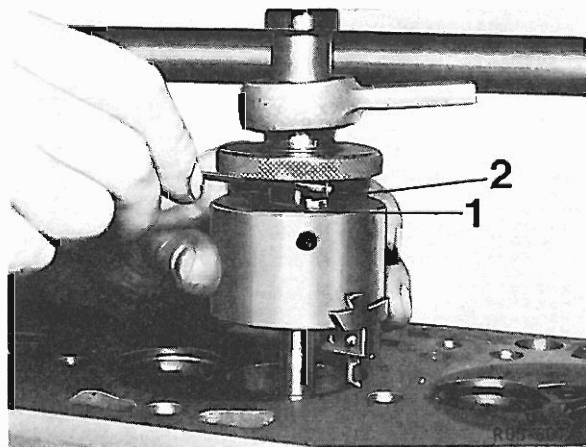

Bild 12
3 Kontermutter (1) lösen, Drehwerkzeug über den mit Öl benetzten Piloten schieben, Schnellverstellungsschraube (2) drehen, bis sich der Drehstuhl horizontal über die Bohrung hinaus bewegt hat, dann Drehwerkzeug nach unten schieben, bis Drehstuhl auf dem Zylinderkopf aufliegt (Bild 12).